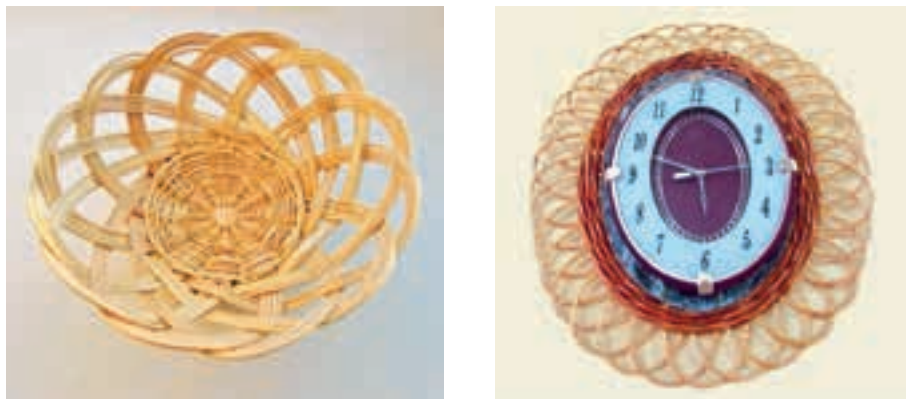

Рис. 9. Изделия с ажурными загибками
**Ажурная загибка** — это неплотное плетение кромки изделия с открытыми свободными ячейками. Ажурные загибки бывают разные. Ими украшают рамы для настенных часов, зеркал, картин. Используются они также для придания нарядного вида кашпо, **панно**, вазам для фруктов, корзинам и другим изделиям (рис. 9).